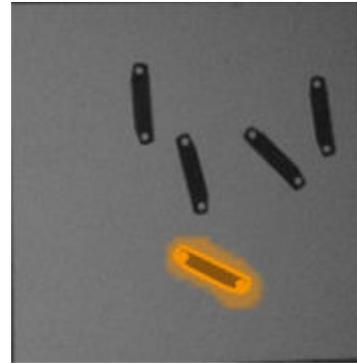

Abbildung 18: Hervorgehobene Teilkonturen
- ✓ Wenn das System das Teil lokalisiert, wird auf der Benutzeroberfläche die Meldung „Job konfiguriert“ angezeigt und die Teilkonturen werden im Bildfenster hervorgehoben. Siehe Abbildung 18.